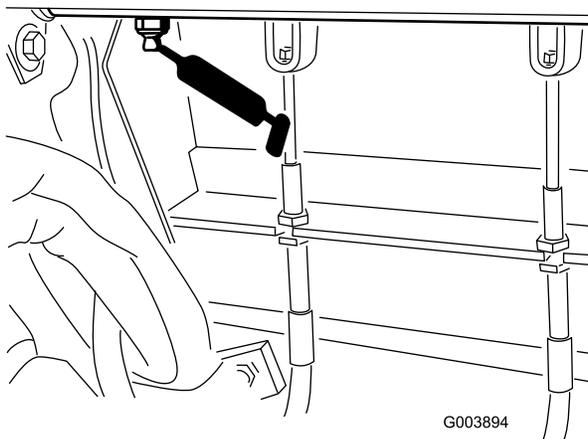

Figure 47
- 1 graisseur sur la pédale de frein (Figure 47)